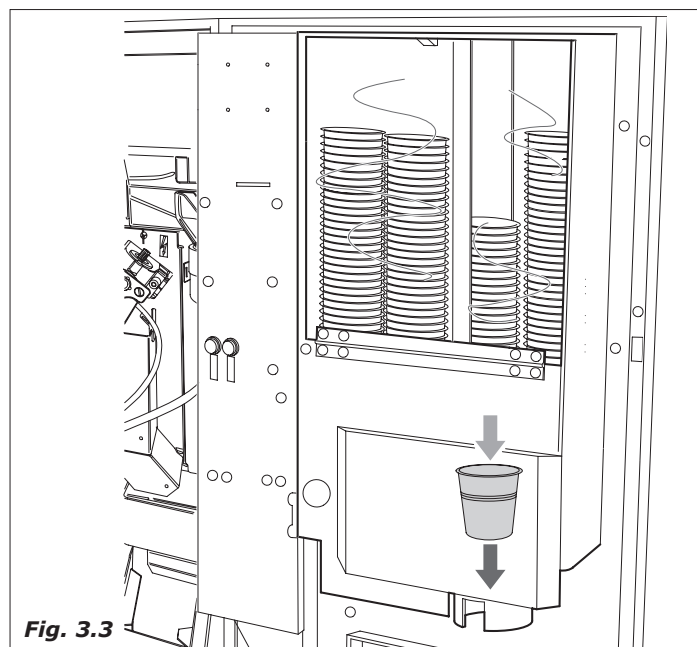

Fig. 3.3
- il motore all'interno del cup dispenser movimentata le chiocchie per separare e far cadere il bicchiere nell'apposita forcella di sostegno all'interno del vano erogazione / prelievo (Fig.3.3).